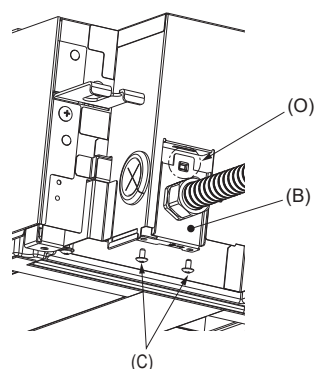

Fig. 6-2
* Asegúrese de que la lengüeta (O) de la placa de conducción (B) esté insertada en la abertura de la caja eléctrica. (Fig. 6-2)